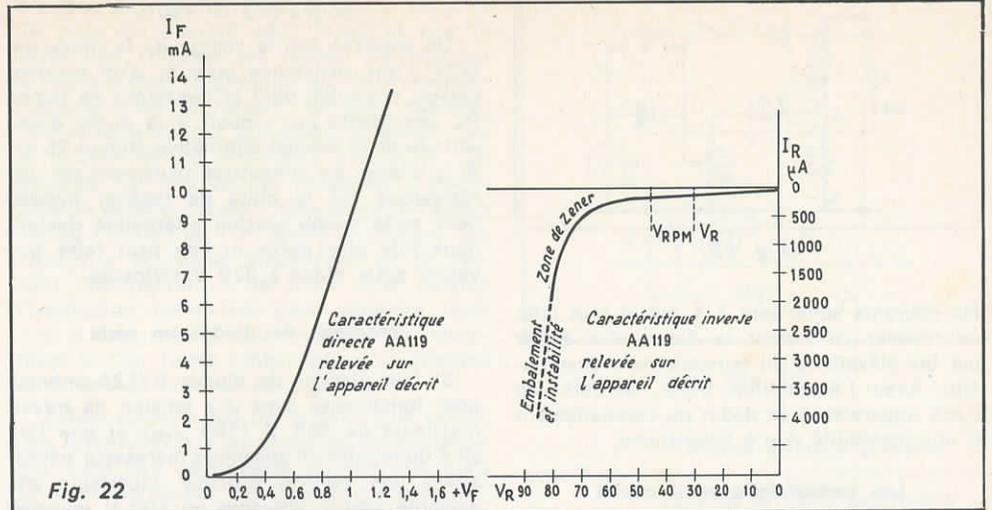
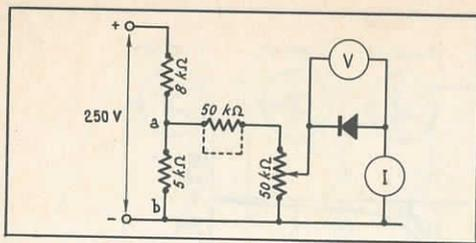

Fig. 22
Fig. 23
Pour débiter on place le curseur du potentiomètre coté b et le cavalier de liaison des shunts sur 50 mA, si la diode est en court-circuit on lit 5 à 10 mA c'est tout car une forte chute de tension se produit entre le curseur du potentiomètre et le point b. Si l'aiguille demeure près du zéro, on peut passer sur la sensibilité 500 μ A qui sera utilisée pour le relevé des valeurs correspondant au début de la courbe, pour des tensions de 0,1 à 0,2 V. Ensuite, pensant à mettre l'interrupteur à zéro pendant la manœuvre, on changera de shunt. Après avoir fait un tableau des valeurs trouvées pour V_F et I_F on tracera la courbe dessinée figure 22 — pour la diode prise pour exemple : la AA119 — le relevé ou la courbe permettent de situer l'échantillon mesuré, ceci d'après le tableau fourni
c) n'ayant aucun des accessoires ci-dessus, il existe peut être dans l'entourage un récepteur équipé de tubes ; en général la tension d'alimentation de tels récepteurs est 250 V. Nous allons sortir deux fils reliés au + et au - du récepteur, ôter les tubes autres que celui de sortie, pour compenser la charge que nous allons imposer au récepteur qui sera un peu plus que 20 mA. Le montage à exécuter est représenté figure 23. Un diviseur de tension permet d'avoir entre les points a b une centaine de volts, entre ces deux points on connecte en série une résistance et un potentiomètre de 50 k Ω , la résistance sera court-circuitée après le début de la plage de courant. La caractéristique obtenue est tracée à droite de la figure 22, lorsqu'on arrive à